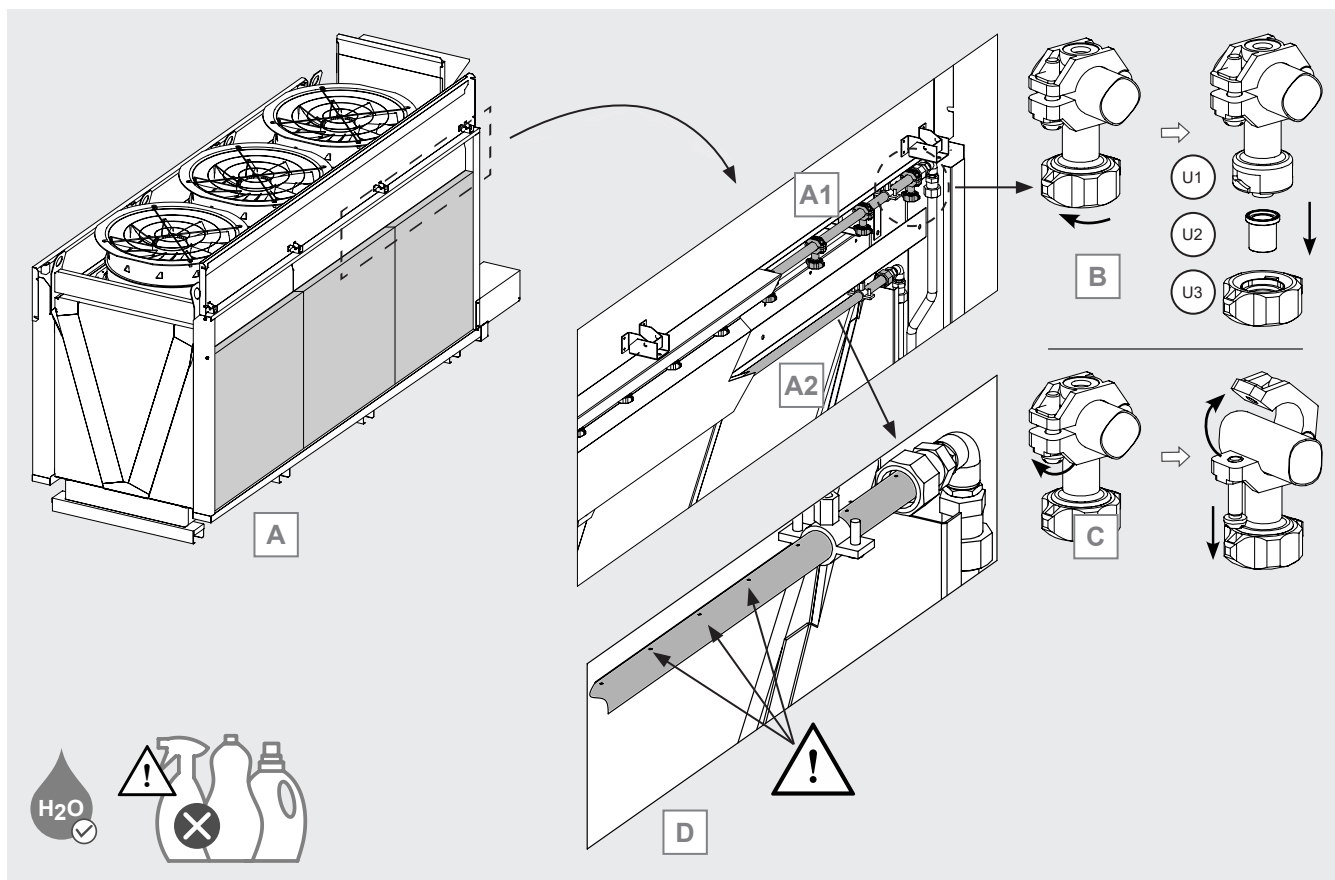

Abbildung 22
- 12.10.5 Lokalisieren Sie die Wasserverteilungsleitungen des adiabatischen Systems. Siehe Abbildung 22 A: Die Leitung (A1) verteilt das Wasser über eine Reihe von Düsen an die Außenwand. Die Leitung (A2) verteilt das Wasser mit Hilfe eines perforierten Rohrs auf die innere Platte.
- 12.10.6 Beachten Sie Abbildung 22 B. Jede Düse in der Reihe (A1) besteht aus drei Teilen: Nr. 1 Düsenkörper (U1), Nr. 1 Düse (U2), die die Strahlart und den Wasserdurchsatz bestimmt, Nr. 1 Mutter (U3), die die Düse festhält.
- 12.10.7 Siehe Abbildung 22 B. Bei verstopften Düsen ist es möglich, die Düse zu ersetzen, ohne die gesamte Düse auszutauschen: die Mutter abschrauben und die Düse herausnehmen. Es gibt drei Arten von Düsen, die drei verschiedenen Leistungen entsprechen: jede ist durch eine Farbe gekennzeichnet, lila (lilac), schwarz (black) und orange (orange). Tauschen Sie die Düsen gegen neue der gleichen Marke und Farbe aus. Im Zweifelsfall wenden Sie sich an Modine.
- 12.10.8 Beachten Sie Abbildung 22 C. Bei beschädigten Düsen die Schraube abschrauben und die Schnellkupplung öffnen. Entfernen Sie die Düse. Wenn die Düse beschädigt ist, ersetzen Sie sie komplett, einschließlich der Düse.
- 12.10.10 Beachten Sie Abbildung 22 D. Prüfen Sie, ob alle Löcher im Verteilerrohr (A2) vollkommen frei sind. Entfernen Sie eventuelle Kalkrückstände mit einem feuchten Tuch. Verwenden Sie keine Reinigungsmittel oder aggressiven Substanzen.